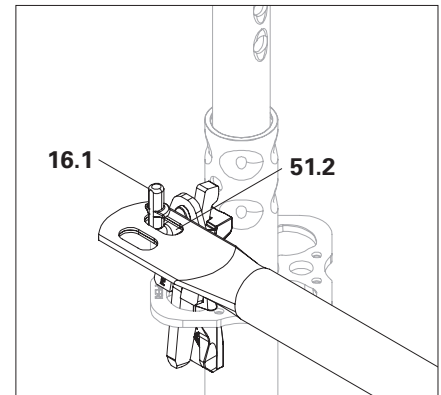

Fig. A5.08b
2. Allineare il foro asolato (**51.2**) con il gancio per parapetto (**16.1**) e fissarlo. (Fig. A5.08b)